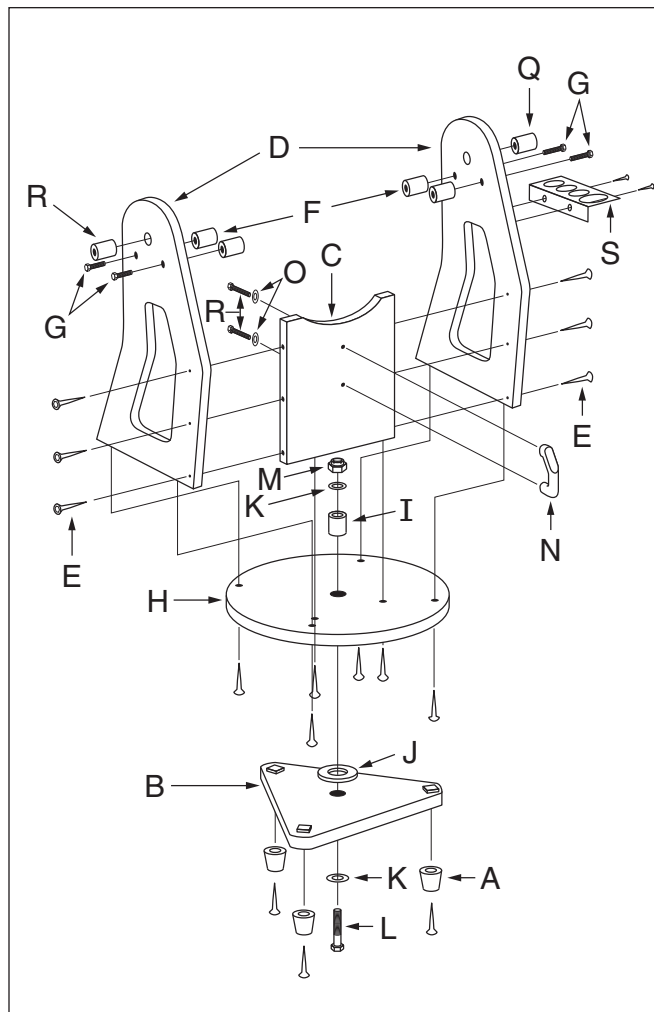

Abbildung 3. Explosionsdarstellung der XT PLUS Dobson Basisbaugruppe.
Beziehen Sie sich während der Montage der Basis auf **Abbildung 3**. Die Basis muss nur einmal montiert werden, es sei denn, Sie zerlegen die Teile für eine längerfristige Lagerung. Die Montage dauert ca. 30 Minuten und erfordert einen Kreuzschlitz-Schraubendreher, zwei enthaltene Gabelschlüssel, und den/die mitgelieferte(n) Sechskantschlüssel.
- Setzen Sie eine Metallscheibe (K) auf die Sechskantschraube (L), und schieben Sie die Schraube von unten durch die Buchse in der Mitte der Grundplatten, wie in **Abbildung 3** dargestellt.